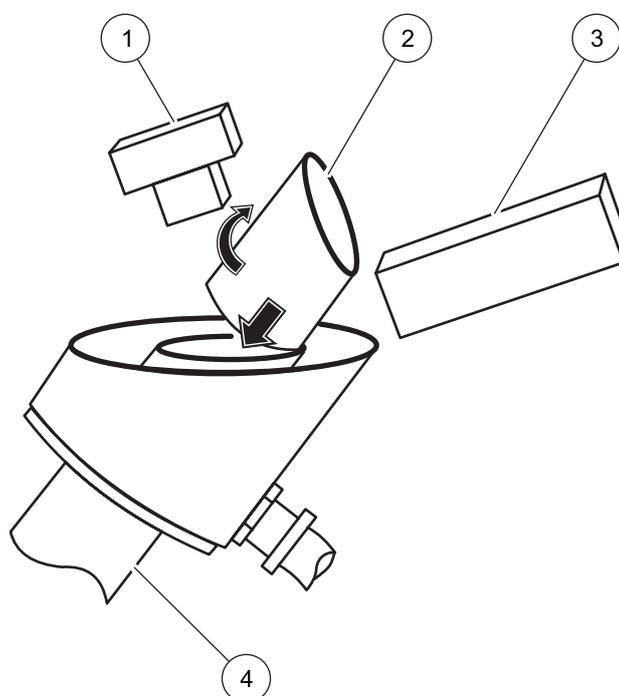

Figura 16 Instalación del cilindro de calibración
2. Interrumpa el flujo de muestra la instrumento para drenar el cuerpo del turbidímetro. Coloque el cilindro de calibración en la parte superior del cuerpo (Figura 16 en la página 33).